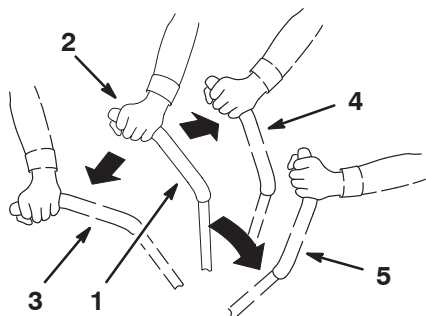

Figure 9
Le frein de stationnement est serré automatiquement lorsque les leviers de commande de déplacement sont à la position de freinage (Fig. 9).
2. Pour vous déplacer en marche avant, poussez doucement les leviers de commande de déplacement vers l'avant (Fig. 9).
Pour vous déplacer en ligne droite, appliquez une pression égale sur les deux leviers de déplacement (Fig. 9).
Pour tourner, relâchez le levier de commande correspondant à la direction que vous voulez prendre (Fig. 9).
2. Pour vous déplacer en marche arrière, tirez doucement les leviers en arrière (Fig. 9).